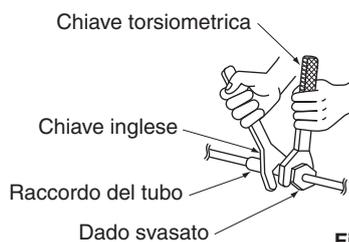

Fig. 2
- Per il collegamento svasato, coprire esclusivamente con etere od olio di estere la superficie interna della svasatura. (Fare riferimento alla Fig. 2) Quindi, ruotare il dado a testa svasata 3 o 4 volte con la mano e avvitare il dado.